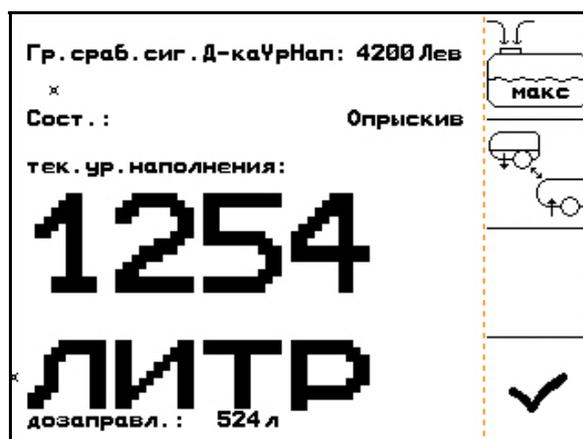

Рис. 112
1. Нажатием вызовите меню "Наполнение" (Рис. 112).